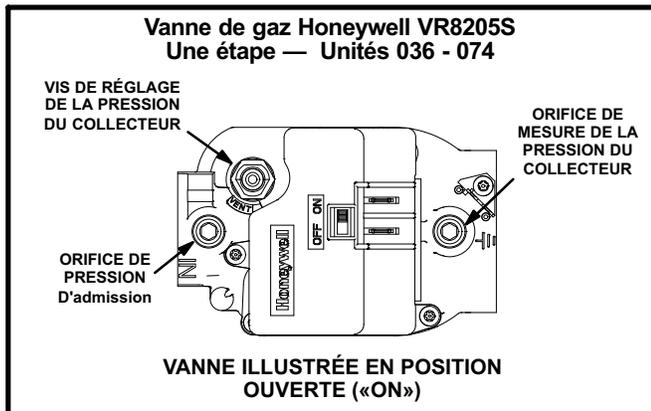

FIGURE 1
Fonctionnement de la vanne de gaz (figures 1, 2, 3 et 4)
- 5- Mettre le levier de la vanne de gaz sur «OFF». Voir Figure 1, 2, ou 3.
- 6- Attendre cinq (5) minutes pour s'assurer que tout le gaz a eu le temps de se dissiper. En cas d'odeur de gaz, ARRÊTER ! Aller immédiatement chez un voisin pour téléphoner au fournisseur du gaz et suivre leurs instructions. S'il n'y a pas d'odeur de gaz, passer au point suivant.
- 7- Mettre le levier de la vanne de gaz sur «ON». Voir Figure 1, 2, ou 3.
- 4- Mettre le levier de la vanne de gaz sur «OFF». Voir Figure 1, 2, ou 3.